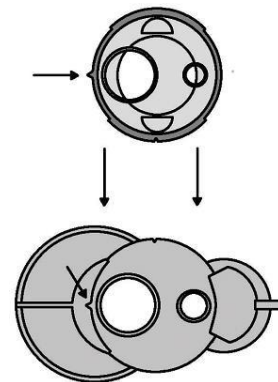

Rys. 2
2. Sprawdzić, czy trójkątna wypustka nakrętki końcówki aplikatora znajduje się bezpośrednio nad większym portem (rys. 2). Jeśli nie, przytrzymać trzon końcówki aplikatora i obrócić nakrętkę tak, aby wypustka znalazła się nad większym portem. Niewłaściwa pozycja wypustki względem dużego portu uniemożliwi połączenie końcówki aplikującej ze strzykawką.